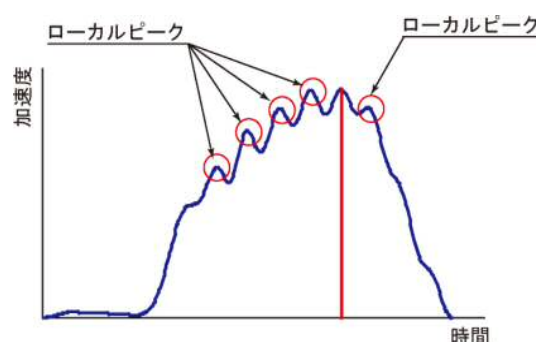

図 3.4-1 ローカルピークの発生
- 測定された波形の前半と後半のローカルピーク数を示しています(図 3.4-1)。